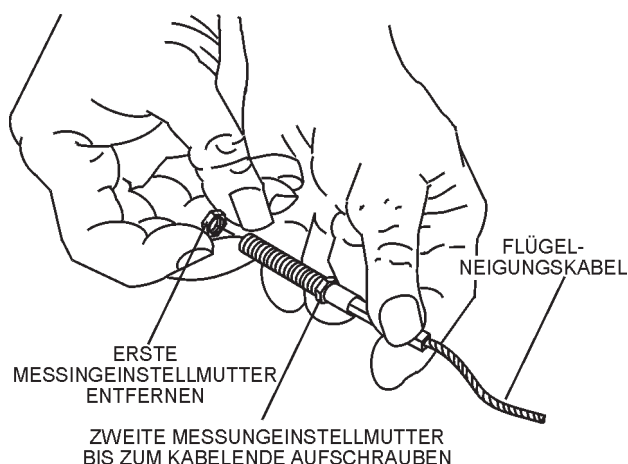

Abbildung 14. Flügelneigungskabel
- Eine der Messingeinstellmutter vom Kabelende der Flügelneigung lösen (Abbildung 14).